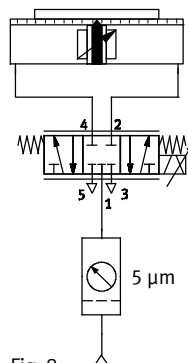

Fig. 8
- Använd den flödesreglerande proportionalventilen MPYE eller VPWP för hastighetsregleringen och positioneringen (exempelkoppling → Fig. 8). Denna koppling lämpar sig inte för att stoppa löparen vid ett tryckfall.